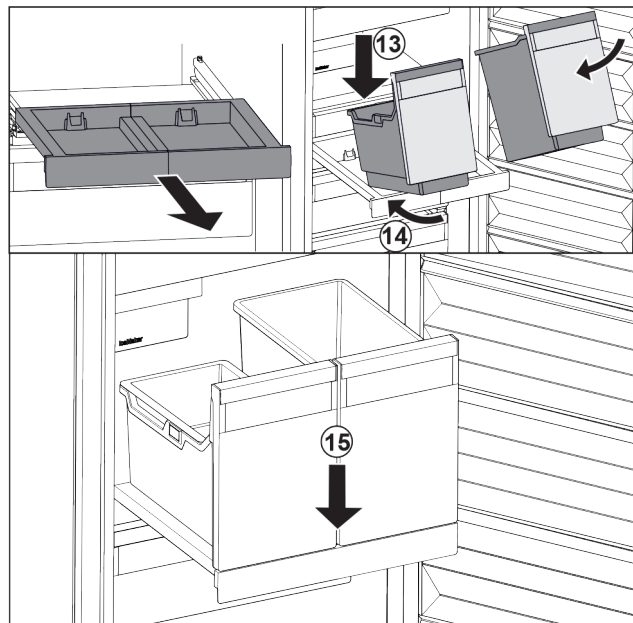

Fig. 57
- ▶ Nasaďte nádobu šikmo na vysouvací desku. Fig. 57 (13)
- ▶ Zasuňte nádobu šikmo dozadu. Fig. 57 (14)
- ▶ Usadte vpředu nádobu. Fig. 57 (15)